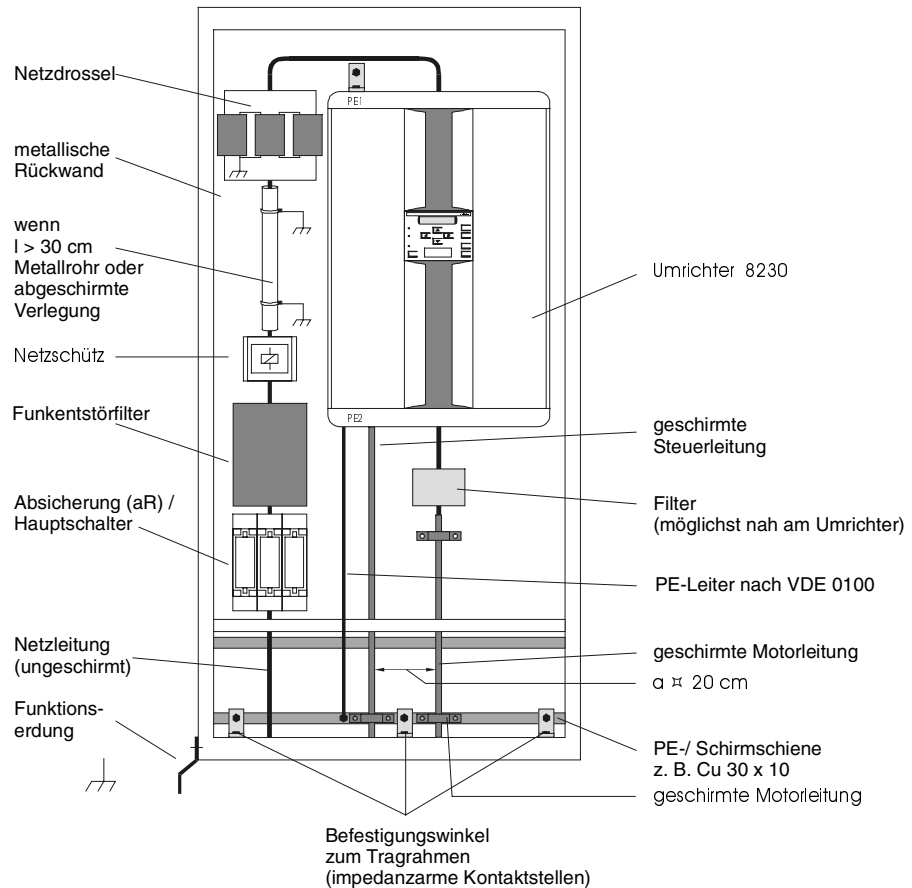

Bild 41: Beispiel für Schrankaufbau Frequenzumrichter 8230
Bild 41 zeigt ein Beispiel für den musterhaften Aufbau eines Frequenzumrichter 8230 mit EMV-Komponenten.
Die Übersicht in Bild 41 stellt beispielhaft die Lage der EMV-relevanten Komponenten dar.
Die gefilterten Leistungsabschnitte zwischen Funkentstörfilter und Netzdrossel/Einspeiseklemmen im Schaltschrank sind zur Vermeidung von Störeinkopplungen z. B. durch das Motorkabel bei nur geringem Verlegeabstand bei Längen ≥ 30 cm abgeschirmt oder in Stahlpanzerrohr/ Metallkanal zu verlegen (siehe Bild 41). Funkentstörfilter-Zuleitungs- und Abgangsleitungen dürfen unter keinen Umständen im selben Kabelkanal zusammen verlegt werden. Funkentstörfilter erzeugen Ableitströme; nach prEN50178/VDE0160 ist ein PE-Anschluß $\geq 10 \text{ mm}^2$ erforderlich. Werden weitere ungeschaltete Hilfsstromkreise unterhalten, ist eine separate Filterung vorzusehen (Beispiel unterbrechungsfreie Hilfsspannung, Hilfseinspeisung).
- Um eine Überbrückung des Funkentstörfilters im HF-Bereich zu vermeiden, darf der Schutzleiter nicht am Funkentstörfilter vorbei an PE des Frequenzumrichter 8230-Netzanschlusses aufgelegt werden. Es erfolgt dann der Schutzleiteranschluß an der unteren Klemme PE (siehe Bild 41).